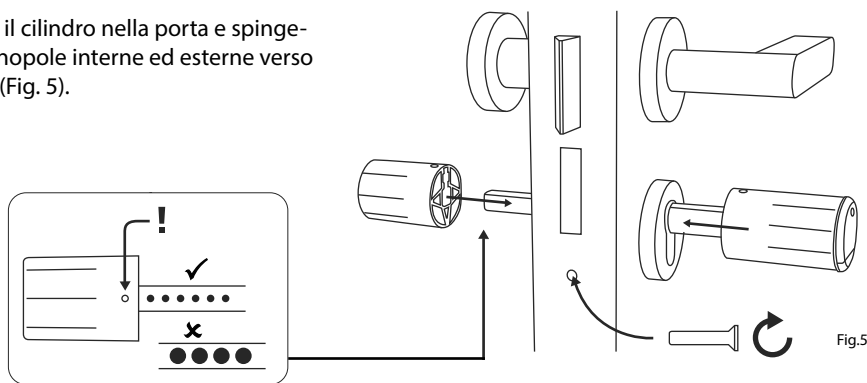

Fig. 5
- ⑤ Avvitare il cilindro nella porta e spingere le manopole interne ed esterne verso la porta (Fig. 5).